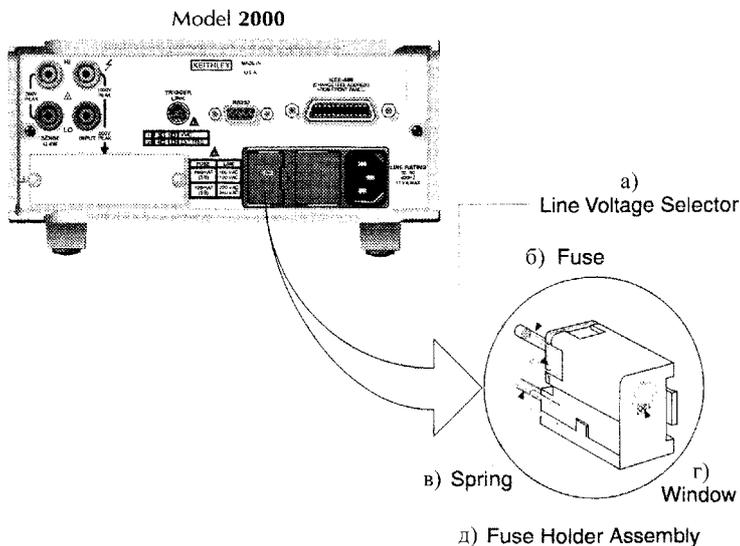

Рис. 5 Блок питания
1. Убедитесь в том, что переключатель сетевого напряжения на задней панели (см. рис. 5) установлен в соответствии с напряжением в Вашей электросети. В противном случае установите его, как описано на следующей странице.
2. Прежде чем подключать сетевой шнур, проследите за тем, чтобы сетевой выключатель на передней панели находился в положении "выключено" (O).
4. Чтобы включить прибор, нажмите кнопку сетевого выключателя на передней панели, чтобы она установилась в утопленное положение "включено" (I).
1. Вставьте плоский конец отвертки в блок питания у узла держателя предохранителя (см. рис. 5). Осторожно нажмите вперед и влево, затем отпустите отвертку. Внутренняя пружина вытолкнет узел держателя предохранителя из блока питания.